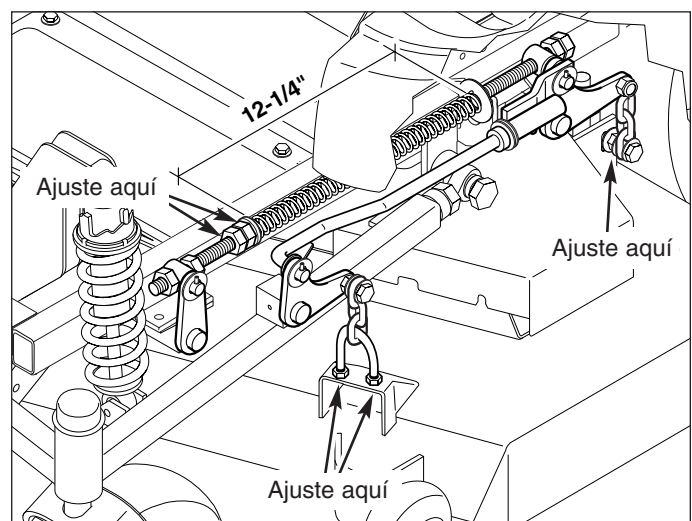

Figura 34. Ajuste de nivel de la cubierta y de longitud del resorte
7. Ajuste los pernos U frontales hasta que las cadenas estén tirantes y la cubierta todavía descansa sobre los bloques de 2 x 4. Apriete la contratuerca. Vea la Figura 34.
8. Afloje las tuercas y permita que la parte trasera de la cubierta descansa sobre los bloques de 2 x 4 y los espaciadores de 1/4". Deslice las cadenas hacia abajo en las ranuras hasta que queden tirantes y apriete las tuercas. Vea la Figura 34.
10. Ya que termine con los ajustes de la altura de la cubierta, y estando la altura de corte todavía en 4", ajuste el resorte del elevador de la cubierta a una longitud comprimida de 12 1/4" (31.1cm); mida solamente los resortes. Ajuste la longitud del resorte del elevador de la cubierta apretando o aflojando las tuercas hexagonales (2) de 5/8" que están más cerca al espaciador en el extremo delantero del resorte (vea la Figura 34). Después de hacer el ajuste, apriete las dos tuercas a la vez. Realice este paso en ambos resortes.